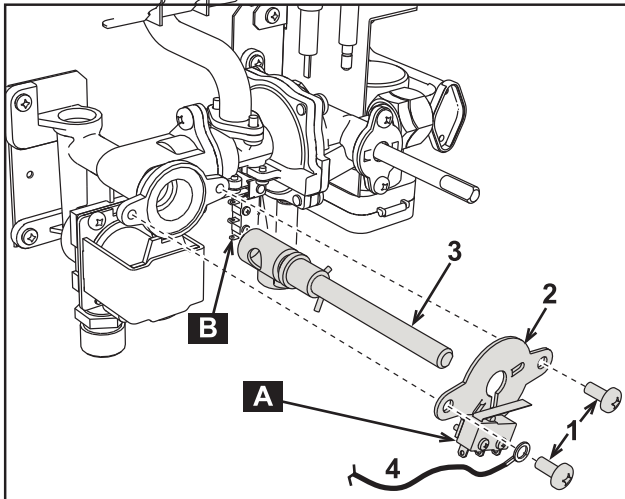

fig. 11
El microswitch (ref. B - fig.11) no actúa	Compruebe / cambie el micro
- Quite los dos tornillos (1) de fijación de la válvula de gas y sustituya el cono de modulación (6).
Reensamble todos los componentes verificando que la junta (7) esté bien posicionada y que el cable de masa (4 de fig.11) esté fijado correctamente.